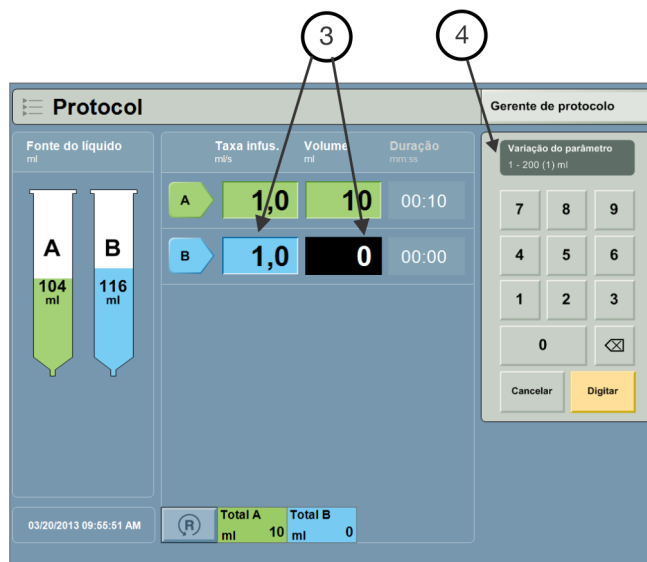

Figura 8 - 2: Insira os parâmetros
- b. Selecione um parâmetro (3) e digite os valores (4). Consulte Figura 8 - 2: Insira os parâmetros.